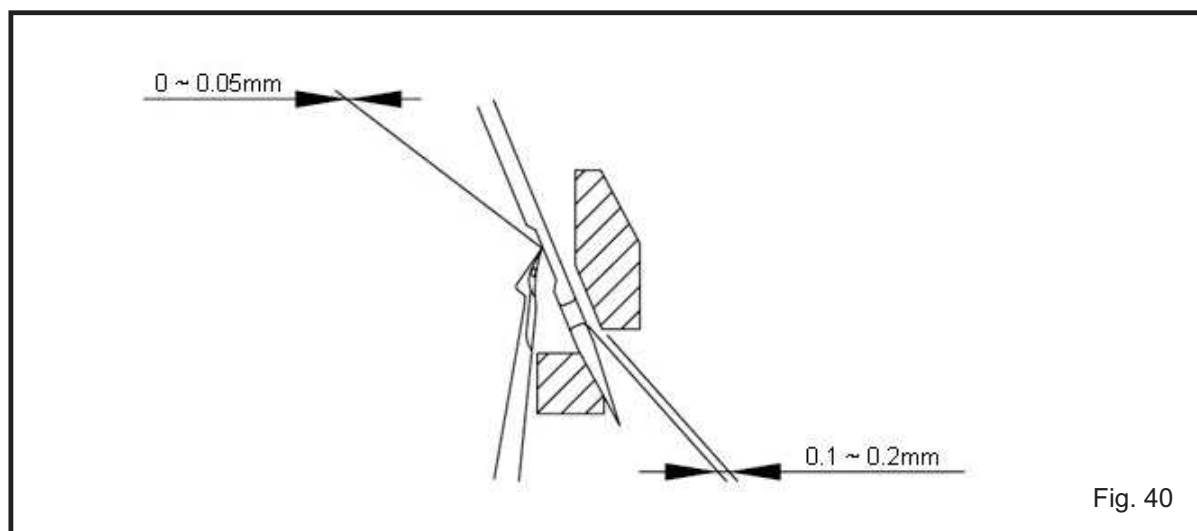

Fig. 40
(1) Quando o looper inferior move-se da esquerda para a direita até a linha central da agulha (quando este for o modelo de agulha, isso significa a agulha esquerda), a folga desde a agulha até o protetor da agulha traseiro é de 0~0,05mm.
(2) Quando a agulha estiver no ponto morto inferior, a folga entre a agulha e o protetor da agulha frontal estiver é de 0,1 ~ 0,2 mm. (Fig.40)